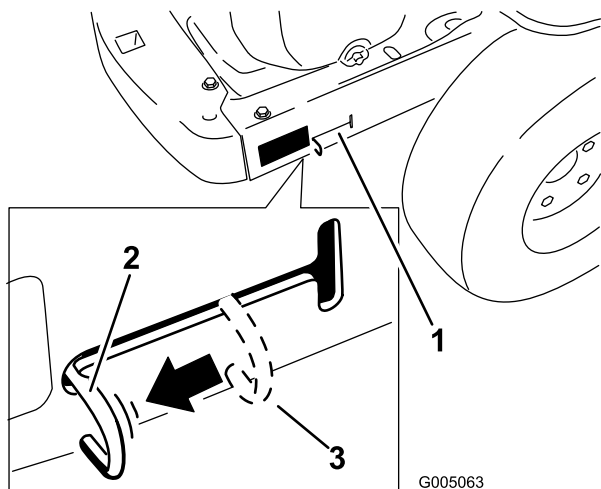

Figura 17
4. Spostate le leve by-pass indietro e poi verso il basso per bloccarle in posizione come riportato nella Figura 17 per disinserire i motori della ruota. Ripetete l'operazione su ciascun lato della macchina.
Spostate le leve by-pass verso l'alto e spingetele in avanti, fino a **metà** della scanalatura orizzontale (Figura 17) per innestare i motori della ruota.